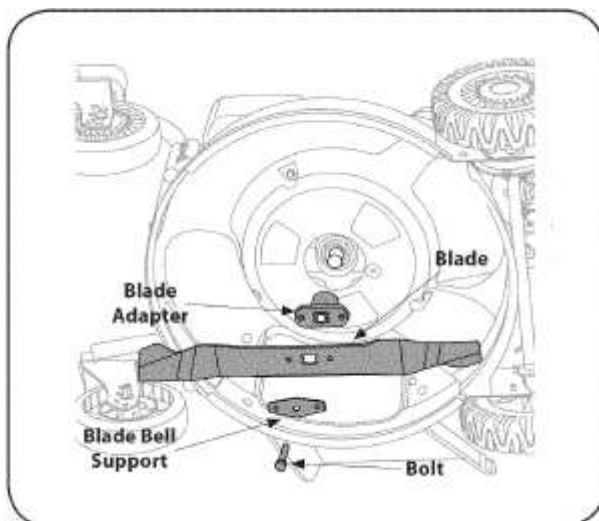

РИС. 18
2. Отверните болт и извлеките воронкообразную опору ножа, используемую для крепления ножа и адаптера на коленчатом валу двигателя (см. Рис. 18).